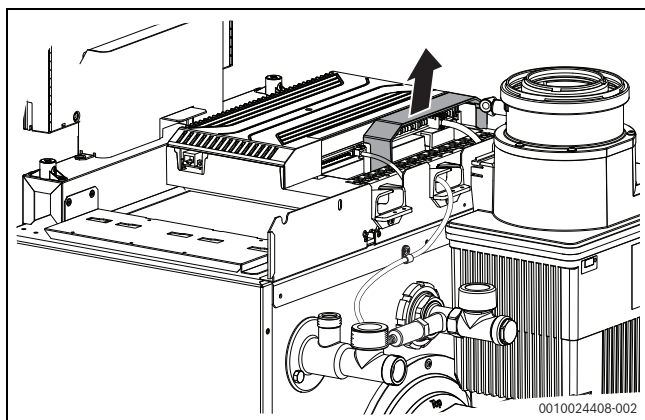

Bild 33 Schutzabdeckung der Anschlüsse
- Gegebenenfalls Schutzabdeckung abnehmen (→ Bild 33).